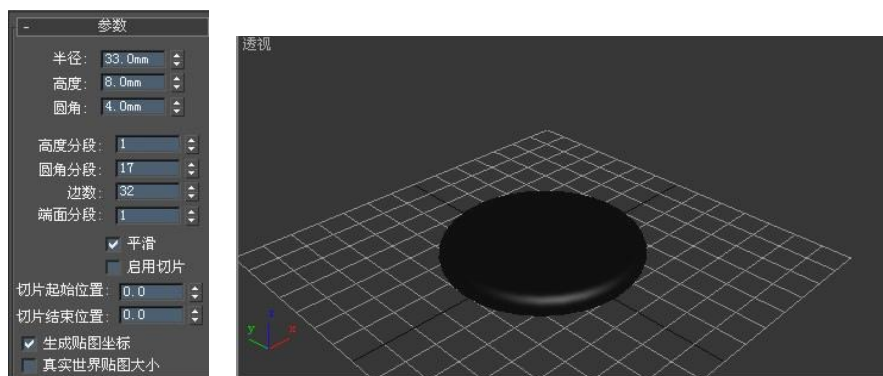

图 2-47 创建切角圆柱体
(1) 单击命令面板“创建”标签>“几何体”按钮, 在下拉列表中选择“扩展基本体”选项。
(2) 单击“切角圆柱体”按钮, 在顶视图中创建切角圆柱体, 在参数面板中设置切角圆柱体的参数, 如图 2-47 所示, 颜色选择黑色。